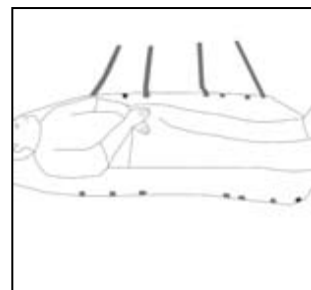

Fig. 8
- Sollevare il dispositivo e ancorare le cinture ai fissaggi collocati in posizione opposta (fig. 8).